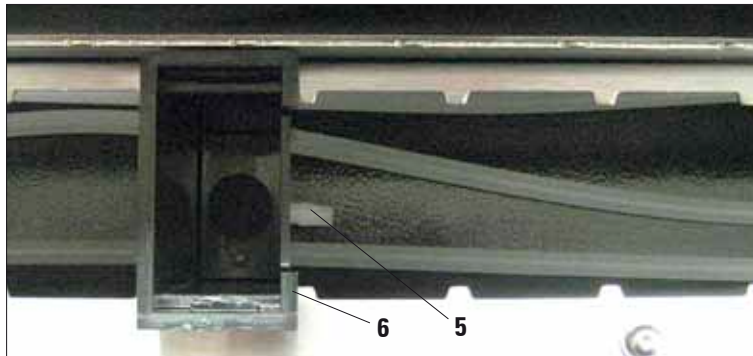

Fig. 23
Insira o recipiente de água de enxague de forma que a conexão da mangueira (5) fique voltada para o tanque de saída (Fig. 23).